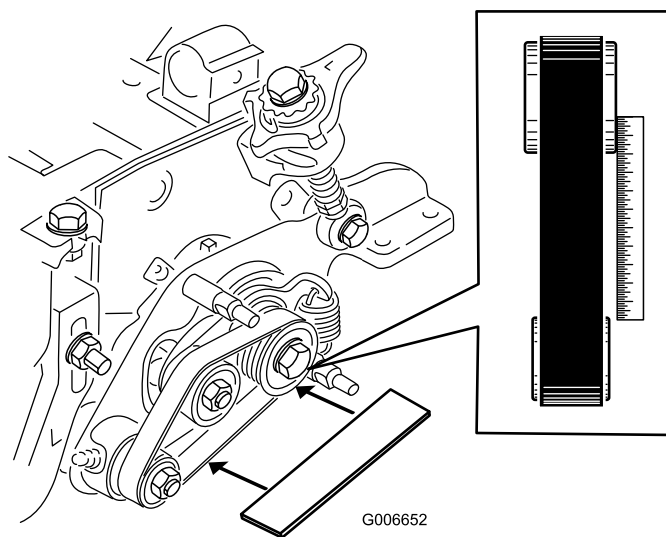

**Рисунок 26**
29. Вставьте крюк пружины в отверстие выступа пластины натяжного ролика и проложите ее по канавке на нижнем стержне пластины механической щетки (Рисунок 26). Открытый конец крюка пружины должен быть направлен в сторону ведущего шкива.